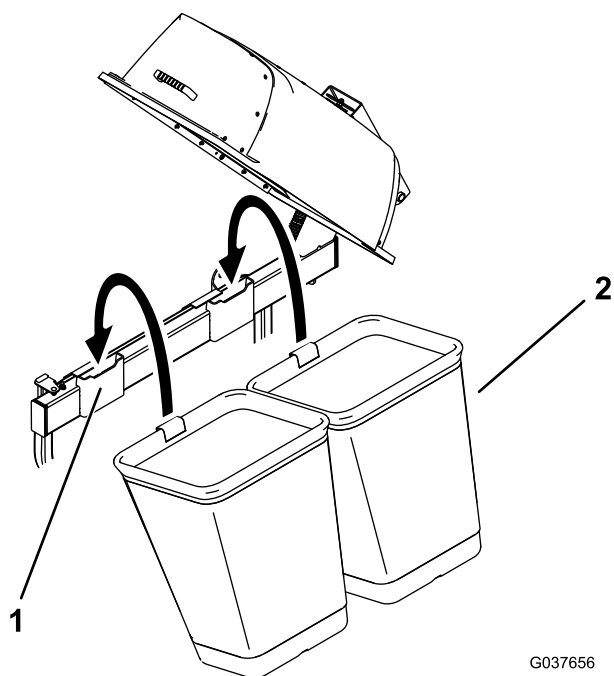

Figure 20
- Montez les bacs sur leurs supports (Figure 20).